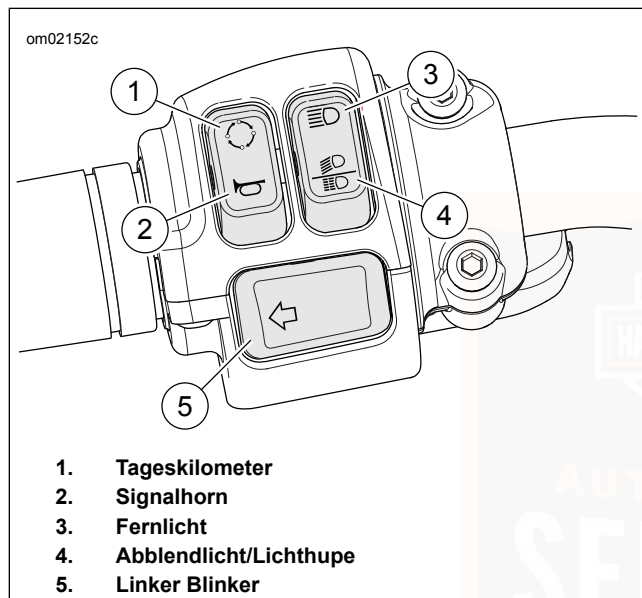

Abbildung 4. Linkes Schaltermodul (typisch)
Siehe Abbildung 4. Durch den Tageskilometerschalter (1) wird der Tageskilometerzähler aktiviert. Der Tageskilometerschalter wird auch zum Blättern durch die optionalen Bildschirme der Kilometerzähleranzeige verwendet. Wenn die Zündung AUSGESCHALTET ist, kann über den Tageskilometerschalter die Zeit- oder Kilometerzähleranzeige aufgerufen werden. Siehe Tabelle 19.
Siehe Abbildung 4. Das Signalhorn wird über den Signalhornschalter (2) betätigt. Das Signalhorn kann bis zu 10 Sekunden lang ertönen. Drückt man den Signalhornschalter länger, schaltet sich das Signalhorn automatisch ab. Siehe Tabelle 19.
Siehe Abbildung 4. Den Fernlichtschalter (3) drücken, um das Fernlicht einzuschalten. Das Aufleuchten der blauen Kontrollleuchte für Scheinwerfer-Fernlicht zeigt an, dass das Fernlicht betätigt ist. Siehe Tabelle 19.
Abblendlicht: Siehe Abbildung 4. Den unteren Teil des Schalters (4) drücken, um das Abblendlicht einzuschalten.
Einschalten: Siehe Abbildung 4. Den linken Blinkerschalter (5) zur Aktivierung des linken Blinkers betätigen. Siehe Tabelle 19.
Siehe Abbildung 4. Wenn der Sicherheitssystem-Schlüsselanhänger zugegen ist, den Tageskilometerschalter (1) gedrückt halten. Der Instrumenten- und Nebenverbraucherstromkreis wird stromführend gemacht. Scheinwerfer und Blinker bleiben ausgeschaltet. Im Modus „Nebenverbraucher“: